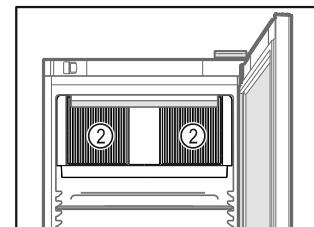

Fig. 54
- Udržiavajte volné vetracie štrbiny Fig. 54 (2) cirkulačného ventilátora vo vnútornom priestore.